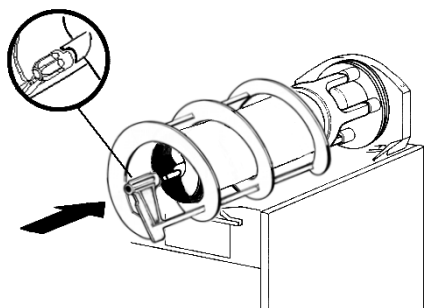

figura 14
**5** Colocar sobre el evaporador el rascador exterior, acoplándolo su extremidad anterior al árbol del rascador interior y haciendo coincidir los dientes de arrastre (ver figura 14).